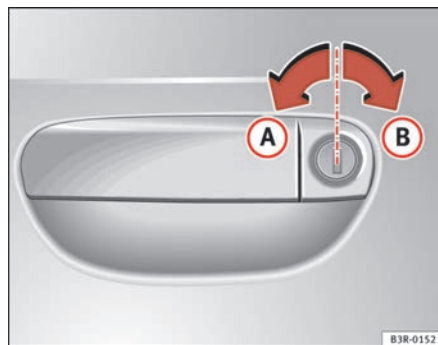

Fig. 69 Movimientos de la llave para abrir y cerrar
- Gire la llave hacia la izquierda en la cerradura de la puerta del conductor hasta alcanzar la posición de apertura **(A)** ⇒ fig. 69.
- Gire la llave hacia la derecha en la cerradura de la puerta del conductor hasta alcanzar la posición de cierre **(B)** ⇒ fig. 69 ⇒ **⚠**.
Para ello, gire la llave en la cerradura de la puerta del conductor **dos veces** sucesivamente hasta alcanzar la posición de cierre **(B)** ⇒ fig. 69.